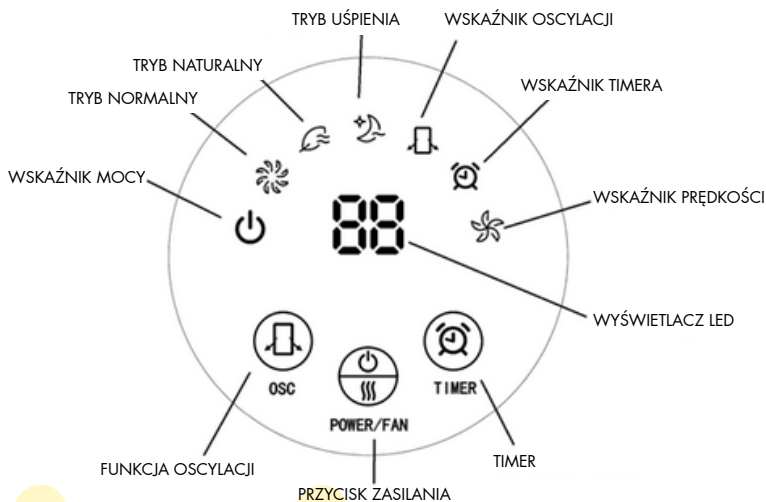

Rys. 2
2. Złożoną podstawę przymocuj do kolumny wentylatora za pomocą załączonych śrub (rys. 2).